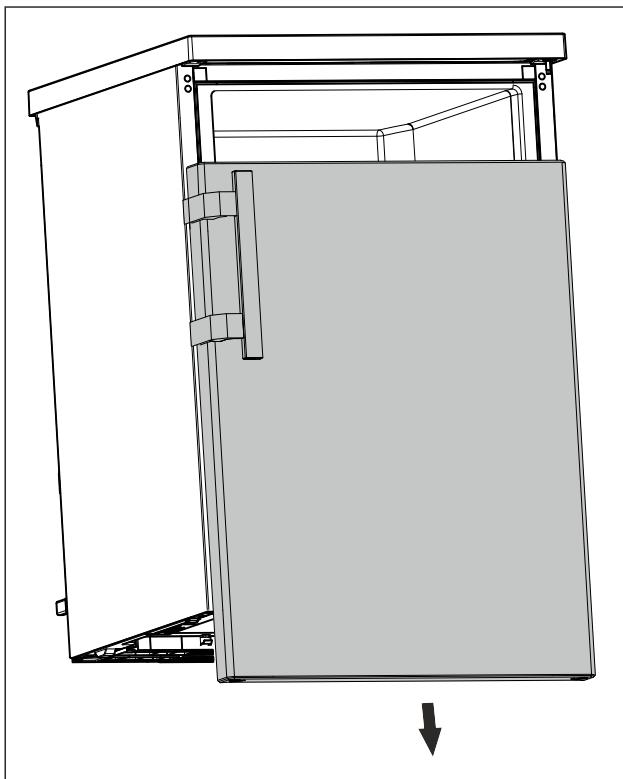

Fig. 13
- Nuimkite duris žemyn. (žr. Fig. 13)